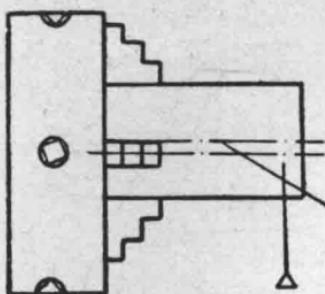

图12 校正工件在水平和垂直方向的位置。
5. 在床面上放一块小型平板，平板上放一个划針盤，針尖对准偏心圓線，校正偏心圓。然后把針尖对准在外圓水平線上（图 12），自左至右檢查工件是否在水平線上；也就是說工件是否有向上或向下傾斜。接着把工件轉过  $90^\circ$  用同样方法檢查 另一条水平線。最后复查一遍（如果没有平板，可将划針盤放在大拖板上）。